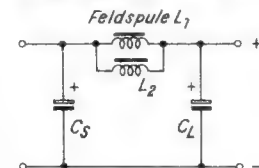

Bild 3. Eisendrossel parallel zur Feldspule
**Zu 3.** Schließlich besteht die Möglichkeit, in solchen — allerdings selteneren — Fällen parallel zur Erregerspule noch eine Eisendrossel passenden Widerstandes nach Bild 3 zu schalten, die einen überschüssigen Anodenstrom aufnimmt. Zu berücksichtigen ist hier, daß sich ebenso wie für den ohmschen Widerstand der beiden parallel geschalteten Spulen auch für die Induktivitäten jeweils der Verbundwert ergibt.